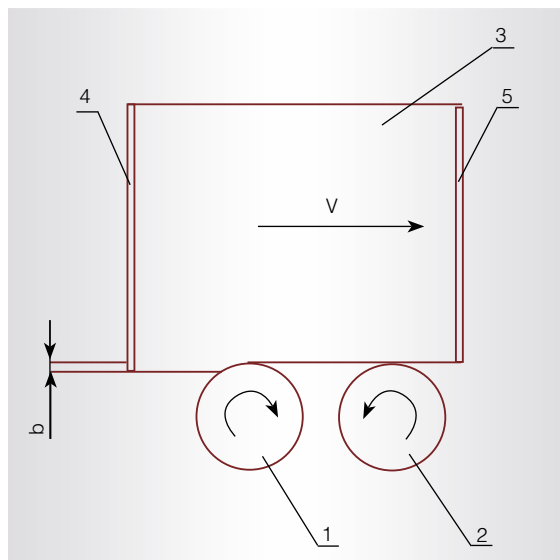

Рис. 1
Агрегат прифуговки в кромкооблицовочных станках предназначен, как уже было сказано, для предварительного фрезерования кромок деталей перед их облицовыванием. Такой агрегат оснащается двумя фрезами с алмазными резцами (рис. 1), одна из которых вращается во встречном (поз. 2) по отношению к подаче (V) направлению, а другая – в попутном (поз. 1). Это позволяет избежать сколов, а также отрыва кромочного материала